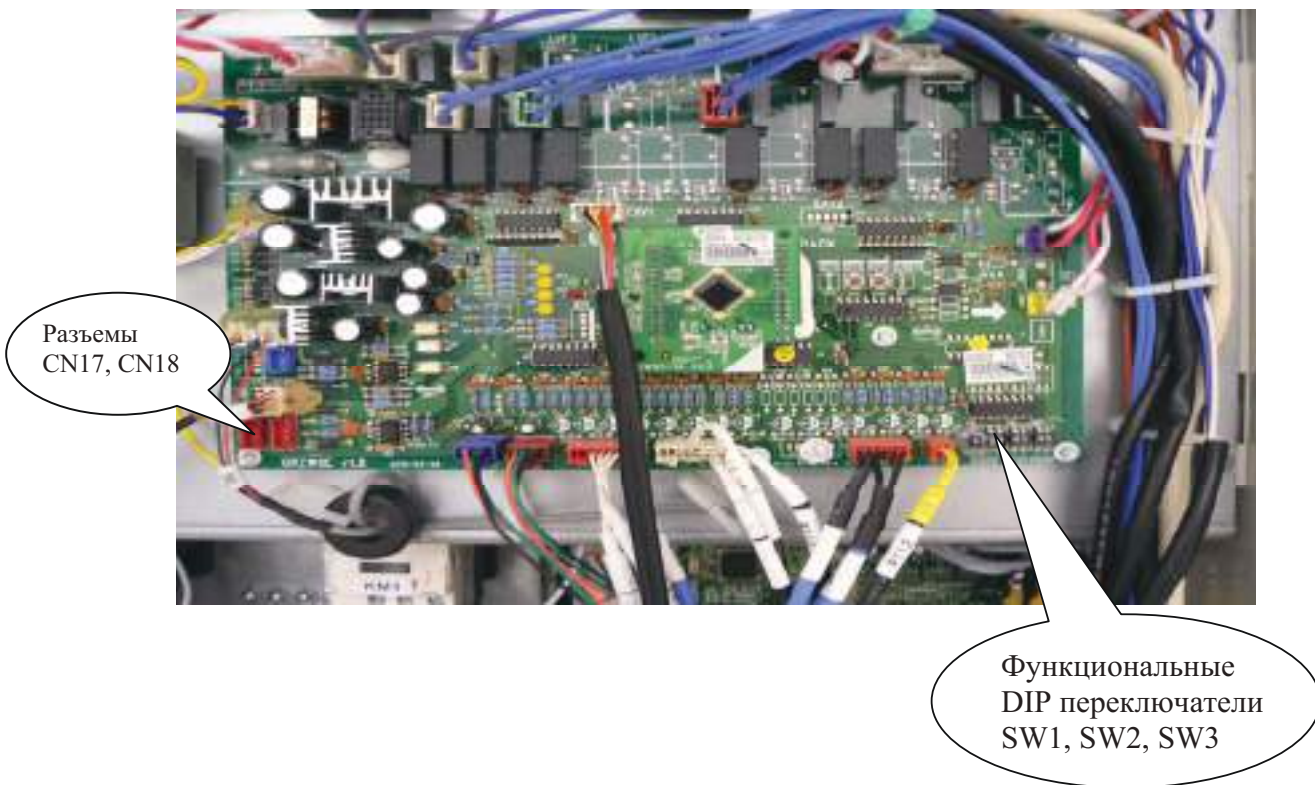

Рис. 7.5
7.2.4 Сигнальный кабель подключается к разъемам CN17, CN18 на основной плате (AP1) наружного блока (рис. 7.5).